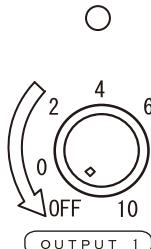
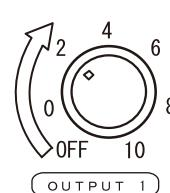

図 III-5
図 III-6
- ・安全表示灯⑦が点灯しているとき、出力調整⑧をoffとする。このとき安全表示灯⑦は消灯するか？(図III-5)つづけて出力調整⑧を上げたとき、イヤホンより音が聞こえるか？(図III-6)